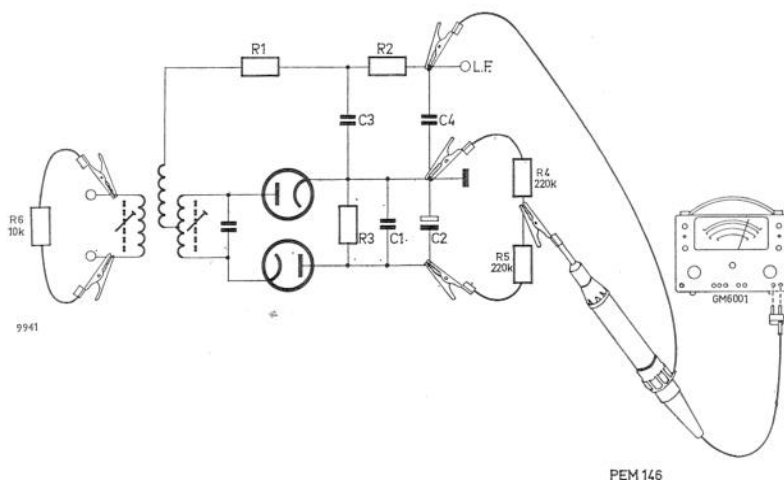

Fig. 16. Afregeling van de FM-discriminator
Sluit de buisvoltmeter aan volgens fig. 16. De twee hulpweerstanden R4 en R5 mogen een waarde hebben van ca 220 kΩ en dienen zo nauwkeurig mogelijk aan elkaar gelijk te zijn. Gebruik voor dit doel dus 1 %-weerstanden of twee speciaal uitgezochte exemplaren. (Controleren met een nauwkeurige ohmmeter of meetbrug, b.v. GM 4144.)
Sluit de buisvoltmeter aan op de elektrolytische condensator C2 (fig. 16). Stel de buisvoltmeter in op een meetgebied van -3 V gelijkspanning.
7. Demp de primaire kring van het laatste m.f.-bandfilter met een weerstand van ca 10 kΩ (R6 in fig. 16). Regel de kern van de secundaire kring op minimale uitslag van de buisvoltmeter (aangesloten volgens fig. 16).